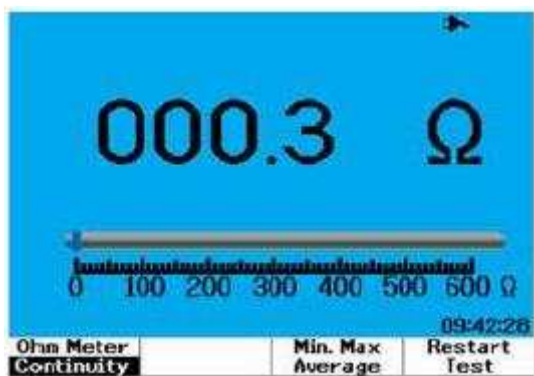

Рис. 4-4 Дисплей при "прозвонке" цепей с звуковой сигнализацией
6. На дисплее индицируется результат измерения сопротивления с десятичной точкой, единицей измерения и дополнительными символами (см. рис. 4-4).